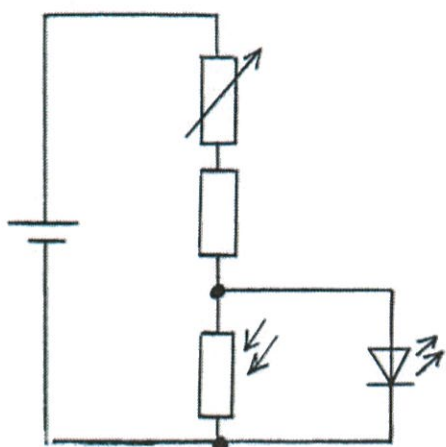

図1
6. 電圧分割 (ちょっと理論も) (図1)
この実習も実体配線図→回路図作成という順番で実習を進めた。また、いわゆる電圧分割の考え方も説明した。即ち、CdSに光が当たらないとその抵抗が増し、CdSに掛かる電圧が上昇するということである。図1の回路では、部屋の照明を消すとLEDが光る。これには受講生たちからは「わぁ〜」という歓声が上がった。ここまでくると回路を操っているという楽しさが出てきたことだろう。